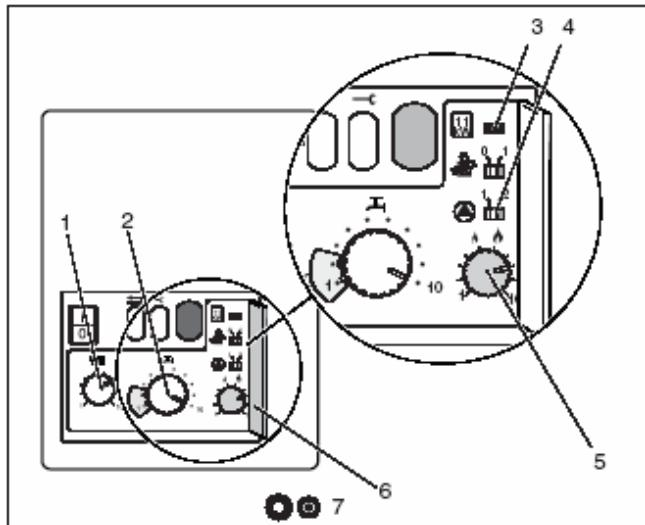

Рис. 21 Уровень управления
легенда к рис. 21:
- Регулятор (рис. 21, поз. 1) настроить на желаемую температуру прямой сетевой воды, в зависимости от расчета установки и в соответствии с табл. 3. Заводская настройка = 73 °C.
- Регулятором (рис. 21, поз. 2) настроить желаемую температуру горячего водоснабжение в соответствии с табл. 4.
- Снять и сохранить перемычку (рис. 21, поз. 3).
- Открыть крышку 2-го уровня управления (рис. 21, поз. 6).
- Настроить отопительную мощность в соответствии с необходимым теплопотреблением (табл. 5) на регуляторе (рис. 21, поз. 5). При настройке учитывать потери мощности в системе дымовых газов (табл. 6).
- Переключатель  (рис. 21, поз. 4) установить в положение "1". Время выбега насоса 4 мин.